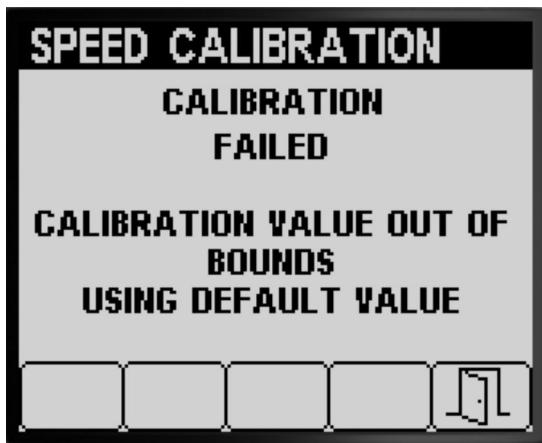

Figure 69
- Un message s'affiche indiquant l'échec de l'étalonnage de vitesse (Figure 69).
Remarque: Si la valeur d'étalonnage est hors limites (Figure 69), contactez votre concessionnaire -réparateur Toro agréé ; sinon, lisez le message d'erreur et répétez les étapes d'étalonnage sous Préparation de l'étalonnage de la vitesse \(page 23\) et Étalonnage de la vitesse \(page 24\).
5. Appuyez sur le bouton 5 pour quitter l'écran Étalonnage de vitesse (Figure 68 ou Figure 69).